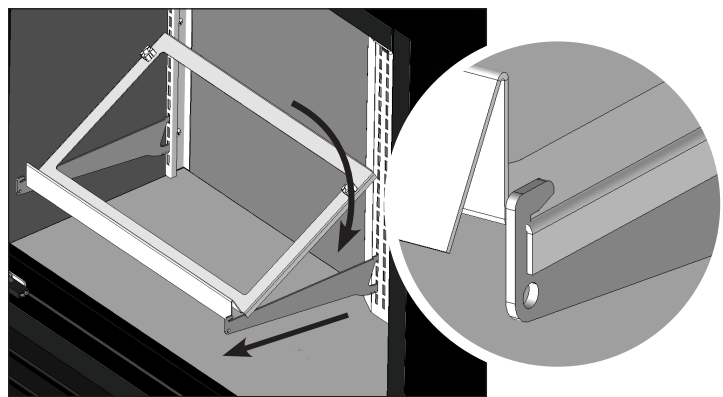

Fig. 7. Coloque el estante mientras levanta la parte trasera del mismo. Asegúrese de que los lados del estante cuelgan sobre el soporte.
2. Levante la parte posterior del estante. Coloque el estante sobre las ménsulas. Véase la fig. 7.
3. Baje con cuidado la parte trasera del soporte del estante y deslice el estante por debajo de la lengüeta del estante. Véase la fig. 7.